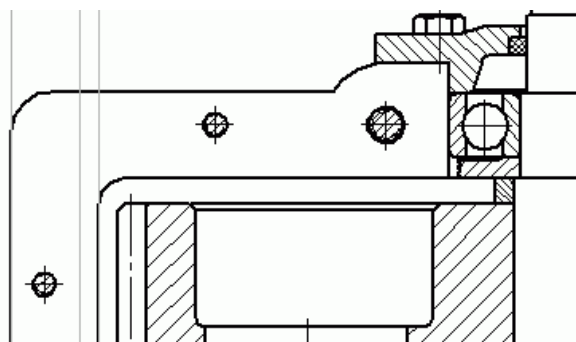

Рис. 2.108. Вспомогательные линии для построения корпуса редуктора
2. Как обычно, перед построением сформируем сетку вспомогательных линий. Используя команду Вертикальная прямая, постройте две прямые, проходящие через края левого фланца на виде сверху, а при помощи команды Параллельная прямая – одну прямую, на расстоянии 7,5 мм (толщина стенки крышки редуктора) от внутренней поверхности корпуса (рис. 2.108). Эти линии обозначают начало фланца и стенки крышки редуктора на виде сверху. Создайте такие же три линии на фланце со стороны шестерни. Еще одну прямую постройте параллельно горизонтальной осевой главного вида, выше ее на величину толщины фланца крышки. Она определяется при расчете корпусных деталей редуктора на прочность, в нашем случае равняется 10 мм.